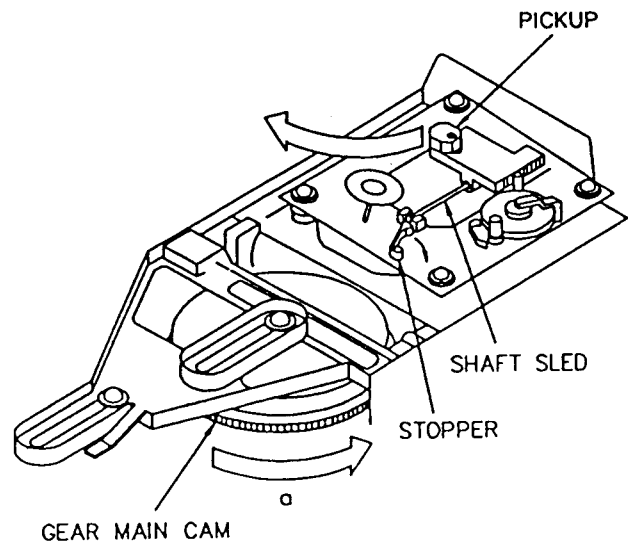

Figure 1
- 2) GEAR MAIN CAMを反時計方向 ("a" の方向) に回し、figure 1のようにCDメカを持ち上げる。
- 5) CDメカをfigure 1のように上げて、SHAFT SLEDを取り付ける。
- 2) Turn GEAR MAIN CAM to the counterclockwise (arrow "a") direction, and lift up CD mechanism. (figure 1)
- 5) Lift up CD mechanism (figure 1), and Reassemble the SHAFT SLED.